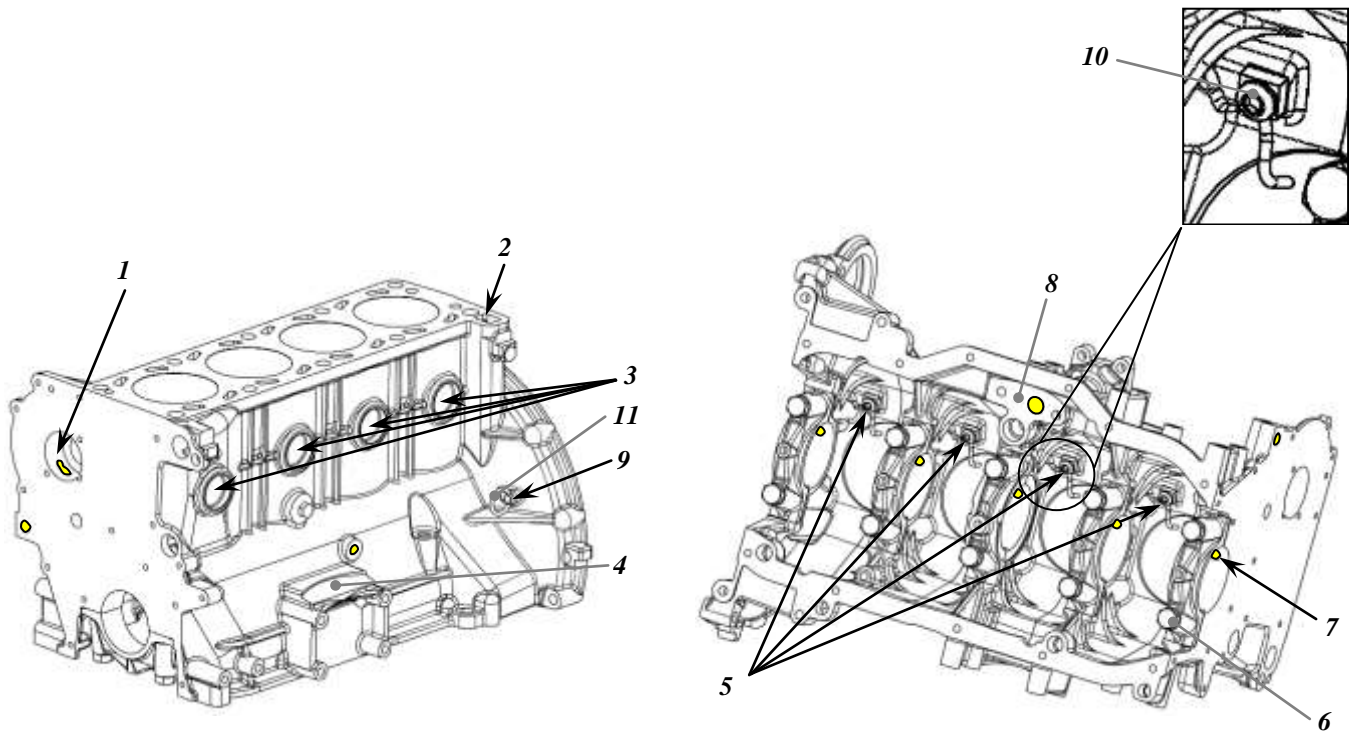

Рис. 10. Блок цилиндров:
**Блок цилиндров** (рис. 10) – отлит из серого чугуна и выполнен в виде моноблока с картерной частью, опущенной ниже оси коленчатого вала на 60 мм. Масса блока цилиндров в сборе равна 60 кг.